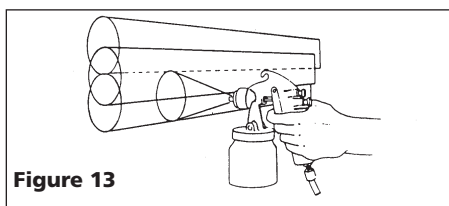

Figure 13
- Chevaucher les coups juste assez pour obtenir une couche égale. (Voir Figure 13).